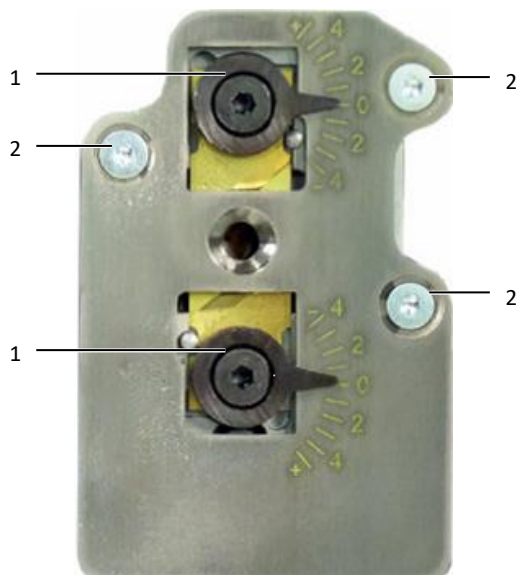

图 30: 剥线单元
- 移除两个偏心轮（图 30，项号 1）（2.5 mm 内六角扳手）。
- 松开固定螺栓（图 30，项号 2）（2.0 mm 内六角扳手）并移除盖板。